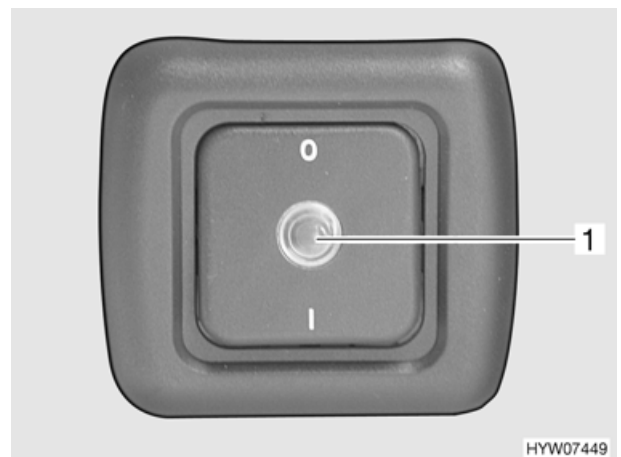

Fig. 78 Interruttore di comando per scaldacqua
Con l'interruttore di comando (Fig. 78,1) si inserisce la modalità di funzionamento elettrico. La luce spia rossa (Fig. 78,1) si accende.
- Spegnerne l'interruttore di comando (Fig. 78). La luce spia rossa (Fig. 78,1) non si accende.
- Inserire l'interruttore di comando (Fig. 78). La luce spia rossa (Fig. 78,1) si accende. L'acqua nello scaldacqua viene riscaldata a 65 °C.